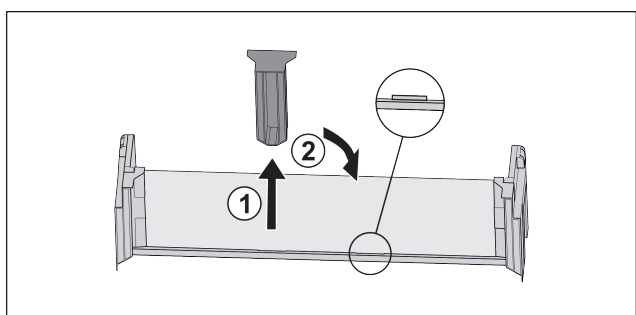

Fig. 19
- ▶ Wyciągnąć środkowy element trzymający Fig. 19 (1).
- ▶ Włożyć środkowy element trzymający na środkowej pozycji Fig. 19 (2).